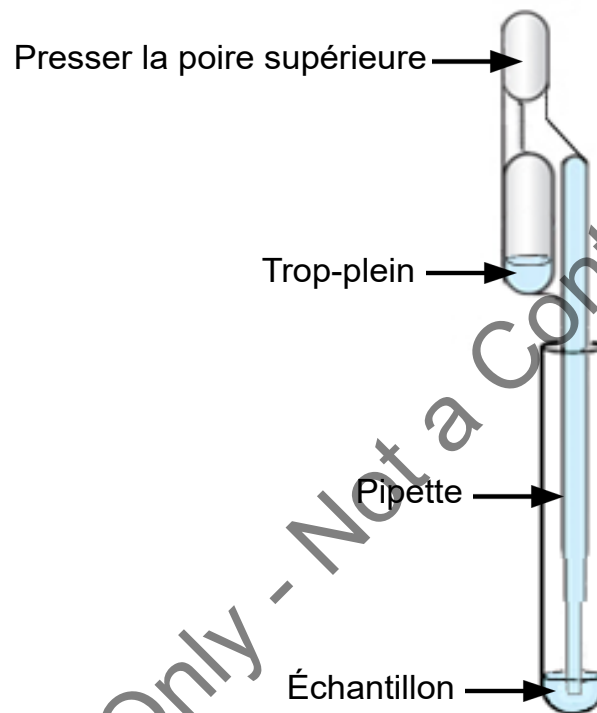

Figure 3. Pipette de transfert
1. Ouvrir le capuchon du tube de transport de l'échantillon. Presser **complètement** la poire supérieure de la pipette de transfert et placer l'extrémité de la pipette dans le tube de milieu de transport ESwab contenant l'échantillon du patient (voir Figure 3).
3. Pour transférer l'échantillon du patient dans la cartouche, presser complètement la poire supérieure de la pipette de transfert de nouveau pour vider le contenu de la pipette dans la grande ouverture (Chambre à échantillon) de la cartouche montrée dans la Figure 4. Il est normal de laisser un excès d'échantillon dans le réservoir de trop-plein de la pipette (Figure 3).